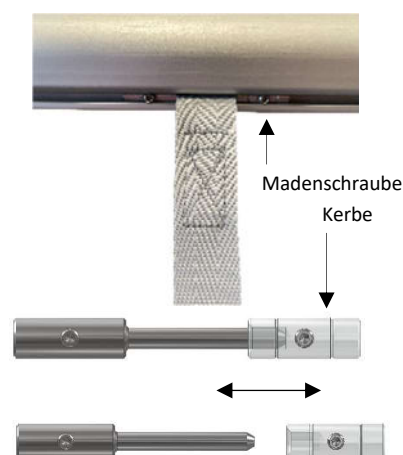

Abbildung 3-1: Einhängestift lösen
2. Falls der Abzugsgurt entfernt wurde: Fixieren des Abzugsgurts am Einhängestift in der Mitte des Aufrollrohrs. Zum Öffnen des Einhängestifts, Madenschraube in eingekerbter Hülse lösen und Hülse abziehen. Abzugsgurt einhängen und mit Hülse fixieren (Abb.3-1).